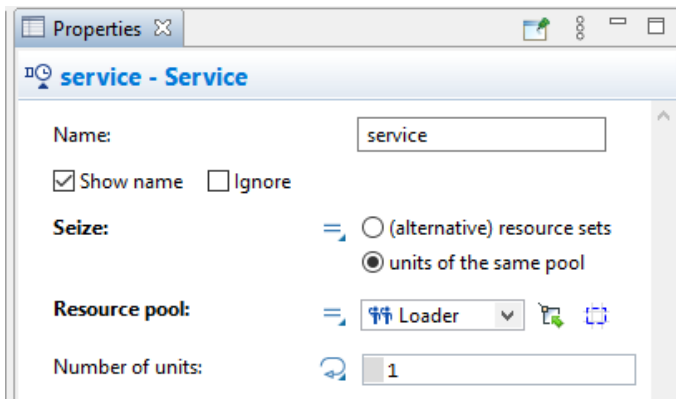

Рисунок 2.22 – Встановлення параметрів блоку **Service**
- У властивостях блоку **Service** виберіть **Units of the same pool** (ресурси одного типу) у параметрі **Seize** (захопити ресурси). Потім вкажіть блок **Loader**, у параметрі **ResourcePool** (рис. 2.22). Ви можете вибрати його зі списку відповідних блоків, клацнувши стрілку "вниз", або вибрати фігуру з графічного редактора, попередньо клацнувши кнопку праворуч від параметра.